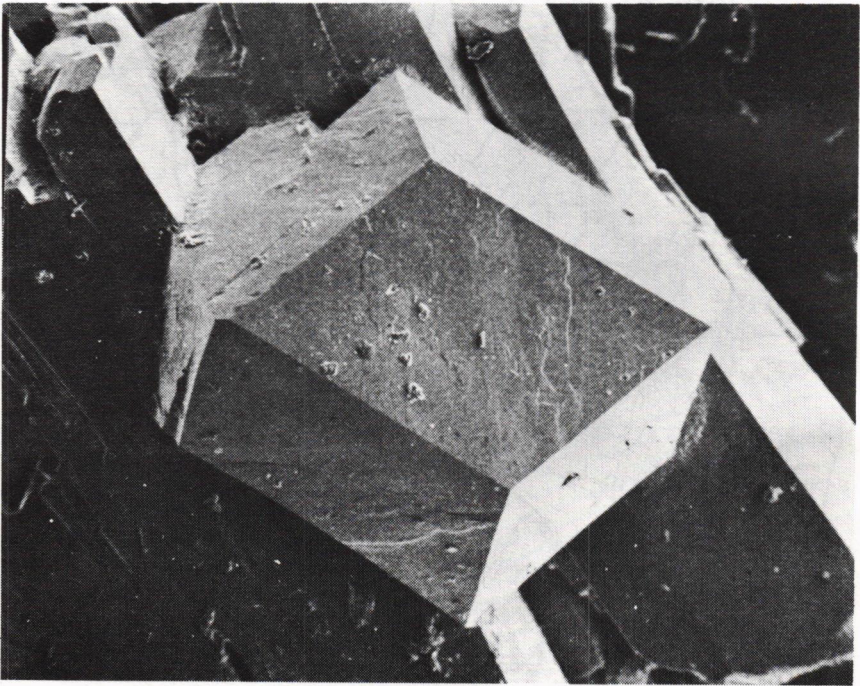

Fig. 2. SEM-foto av grossularkrystall på albitt, Gokstad. Krystallen er ca. 1,5mm stor.
3. Gokstad. Forekomsten er en meget liten veiskjæring noen hundre meter øst for Gokstadhaugen. Her er det funnet en gulgrønn granat på albitt i opptil noen mm store dedekaedre i druserom i en uregelmessig pegmatittgang (se fig.2). Pegmatitten består hovedsaklig av en grå til rødlig alkalifeltspat med barkevikitt, lepidomelan, magnetitt, zirkon, polymignitt, apatitt, granat, albitt, vesuvian og analcim. Interessant er det å merke seg at dette er den ene av de to forekomster ved Sandefjord som fører hvit, fibrig vesuvian. En kjemisk analyse (tabell 1, analyse 1) viser at dette er en grossular med omtrent 20 mol-% andraditt. Dette er den eneste grossular som er funnet i syenittpegmatittganger i Oslofeltet.